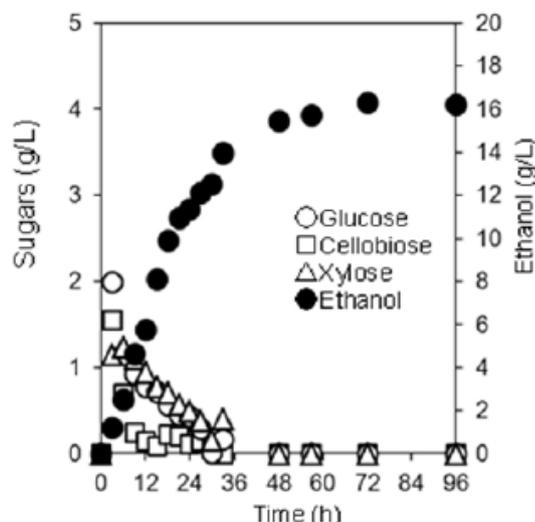

図1 前処理済み稲藁の低温性セルラーゼと改良型FSC3株による平行複発酵
- 一連の研究の成果を組み合わせることで実験を行ったところ、エタノール生成は発酵48時間で完全に糖化された(図1)。エタノール収率は、0.324(g/g-前処理済み稲藁)であった(前処理済み稲藁は、菌体増殖にも使われた)。